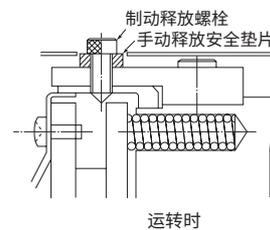

图 F60
- (2) 制动器释放后，重新恢复原有状态时，为安全起见，请将在(1)中取下的手动释放安全垫片按原样装回。(参见图F60)
- (3) 制动器释放螺栓的尺寸如下。